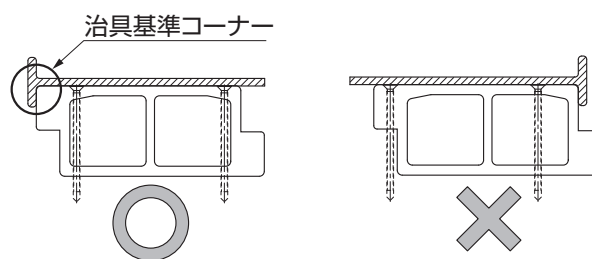

図1-9 穴開け治具使用例
- 穴開け治具を内面デッキの間にはさむと、目地を約5mmとることができます。(図1-9参照)